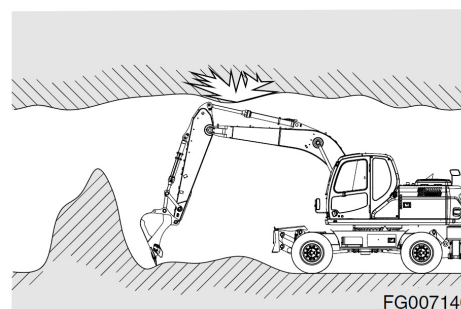

Рис. 70
13. Если экскаваторные работы проводятся под землей или в здании, убедиться в наличии достаточного пространства над машиной и достаточной вентиляции. См. рис. 70.